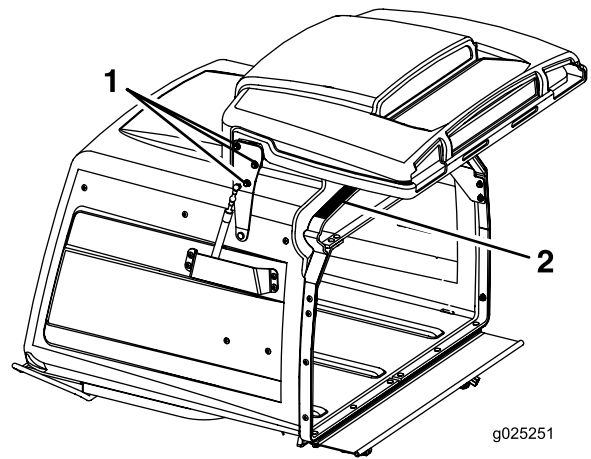

Figura 57
3. Afloje las seis tuercas de las bisagras de la puerta (Figura 57).
4. Abra la puerta y coloque una tira de goma de 9.5 mm ($\frac{3}{8}$ ") o una manguera de 9.5 mm ($\frac{3}{8}$ ") de diámetro entre la tolva y la puerta de la tolva (Figura 57).